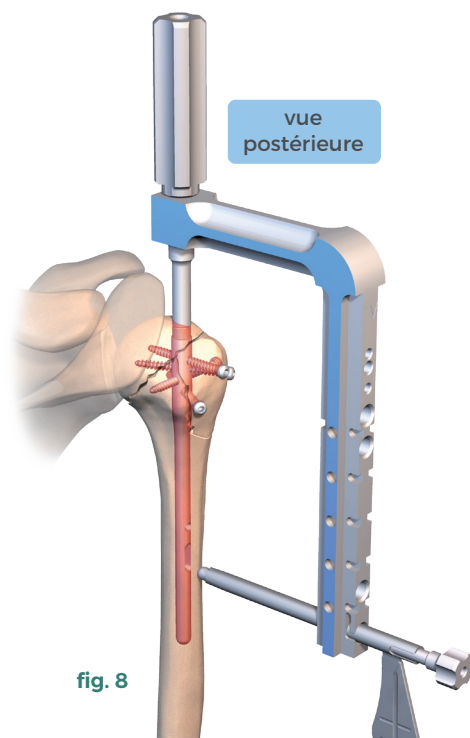

fig. 8
- Insérer le canon guide mèche à bout mousse de diamètre 3,1 mm (**réf. 270 822**) dans le canon de visée (**réf. 253 678**), au contact de la corticale diaphysaire (**fig.8**).